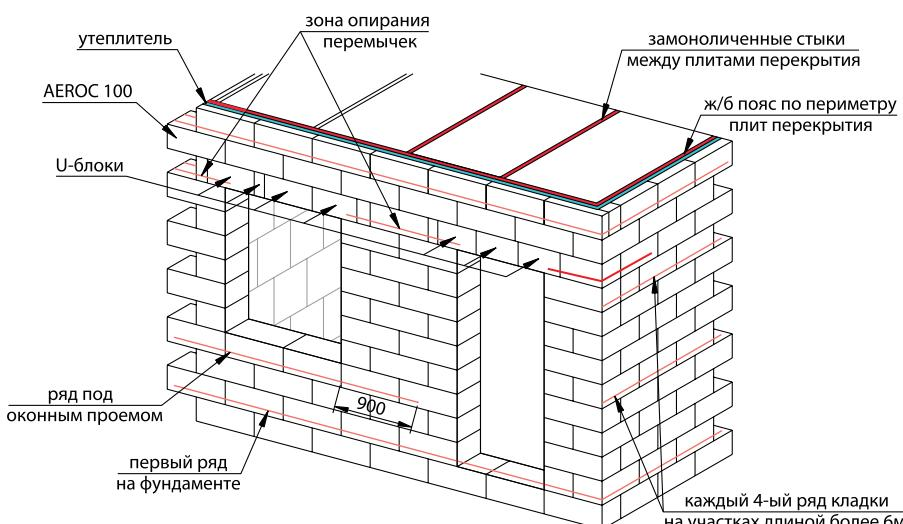

Рис. 4.5. Схема армирования нагружаемых стен
6. Наглухих прямолинейных участков стен протяженностью 6 м и более следует предусматривать конструктивное горизонтальное армирование, размещаемое в специальных армированных поясах или растворных швах. Площадь поперечного сечения конструктивной арматуры должна составлять не менее 50 mm^2 на 1 п.м высоты стены (при использовании арматуры для тонких швов сечение может быть уменьшено до 25 mm^2 (рис. 4.5).